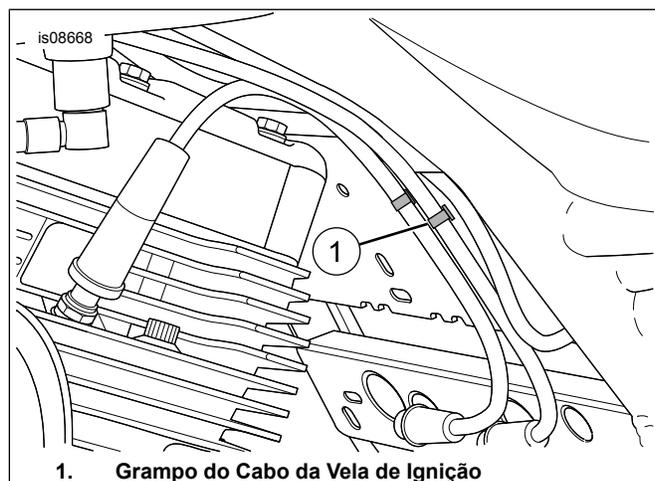

Figura 3. Grampo do Cabo da Vela de Ignição
4. Ver Figura 3 . Retire o grampo do cabo da vela de ignição (1).